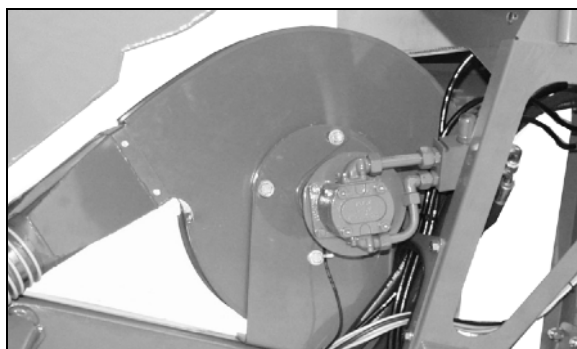

Fig. 78
1. Gør hydraulikcylinderen (Fig. 78/1) trykløs.
2. Sæt boltene (Fig. 78/3) i en boring i rækken af huller og sørg for at sikre med en ringstift (Fig. 78/2).